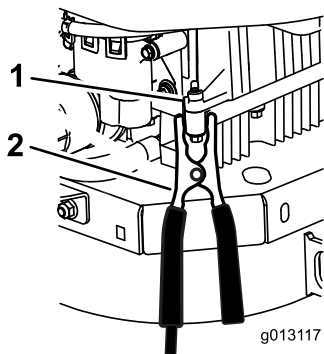

Figura 58
- Haga la conexión final al bloque motor del vehículo que no arranca (NO al borne negativo de la batería) en un punto alejado de la batería, y apártese (Figura 58).**